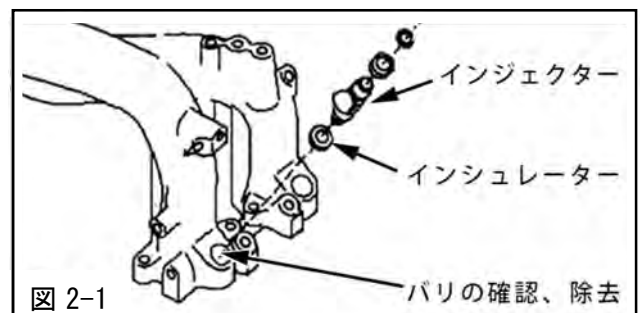

図 2-1
- (2) 純正のインジェクターAssyと、取付け穴側に残るインシュレーターを取外す。(図 2-1)
- (3) 取付け穴の内側の面と面取りの部分にバリが無い事を確認する。(図 2-1)
- (4) インジェクター取付け穴の内部にゴミ等が無い事を確認する。
- (5) インジェクターを取付け穴に差し込む。(図 2-1)
- (6) フューエルデリバリーパイプにインジェクターを差し込む。
- (7) フューエルデリバリーパイプをインテークマニホールドに取付ける。
- (8) 変換コネクタをインジェクターに取付け、純正インジェクターハーネスと接続する。